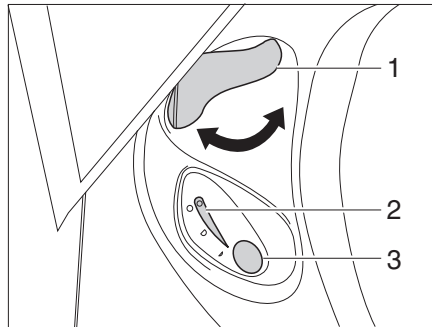

Fig. 245 Unité de commande des toilettes Thetford
- Avant d'actionner la chasse d'eau, ouvrir le curseur des toilettes Thetford. Tourner pour cela le levier du curseur (Fig. 245,1) dans le sens inverse des aiguilles d'une montre.
- Pour actionner la chasse d'eau, appuyer sur le bouton bleu (Fig. 245,3).
- Après avoir actionné la chasse d'eau, fermer le curseur. Tourner le levier du curseur (Fig. 245,1) dans le sens des aiguilles d'une montre.
Le voyant de contrôle (Fig. 245,2) s'allume lorsque la cassette Thetford doit être vidée.
- Tourner le levier du curseur (Fig. 245,1) dans le sens des aiguilles d'une montre. Le curseur se ferme. Pour la vidange il **faut** que le curseur des toilettes Thetford soit fermé.